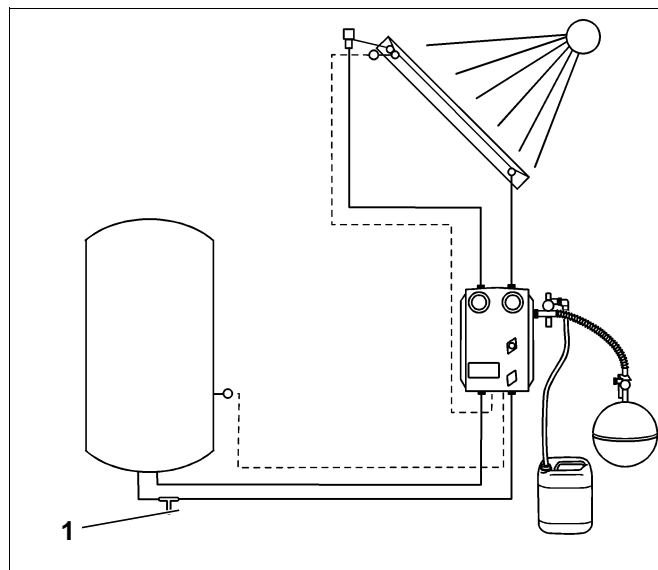
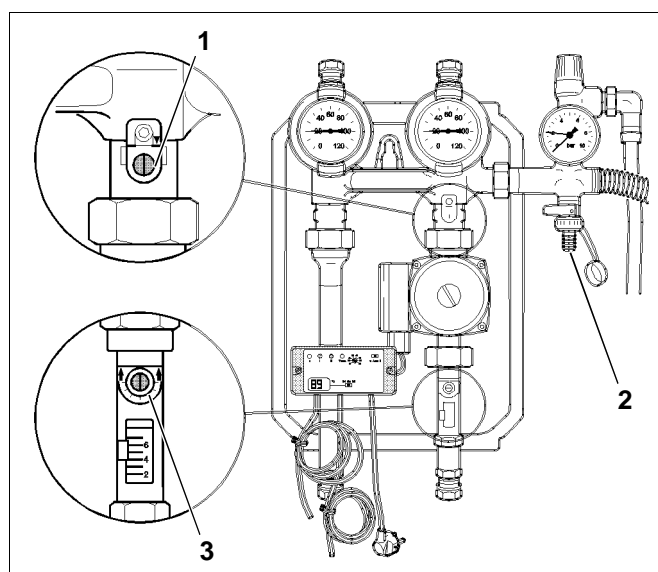

Fig. 13 Posizione del rubinetto di carico/scarico
Fig. 15 Set idraulico ad una utenza, con intercettazioni
- 1 Montate nella tubazione di ritorno, al punto più basso dell'impianto, un dispositivo per il riempimento risp. lo svuotamento dell'impianto solare (pezzo a T con rubinetto di carico/scarico, fig. 13, **pos. 1**).
- 1 Per aprire la valvola anti gravitazionale, si deve portare il taglio della vite di registro (fig. 15, **pos. 1**) in posizione verticale.
- 1 Per aprire il limitatore di flusso, si deve portare il taglio della vite di registro (fig. 15, **pos. 3**) in posizione verticale.
- 1 Al rubinetto di carico/scarico del gruppo di sicurezza (fig. 15, **pos. 2**), si deve collegare un tubo di gomma, il quale servirà da congiunzione alla rete idrica.
- 1 Aprire il rubinetto di carico/scarico del gruppo di sicurezza (fig. 15, **pos. 2**) e quello nella tubazione di ritorno dello scambiatore di calore (fig. 13, **pos. 1**).